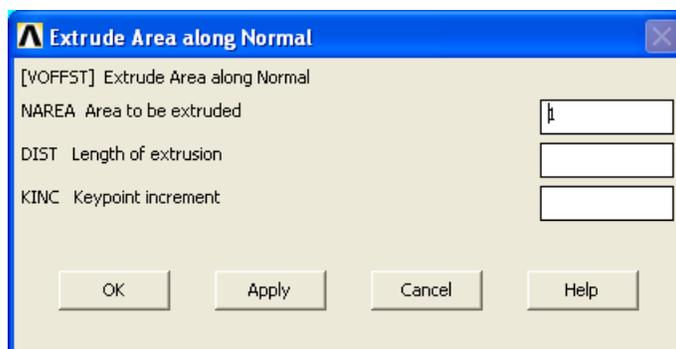

Рисунок 100. Диалоговое окно создания объема выдавливанием:
- Затем в появившемся диалоговом окне **Extrude Area along Normal** (Рисунок 100) следует указать расстояние на которое будет производиться выдавливание.
где параметры ***NAREA, DIST, KINC*** описаны в данном разделе (Рисунок 100).